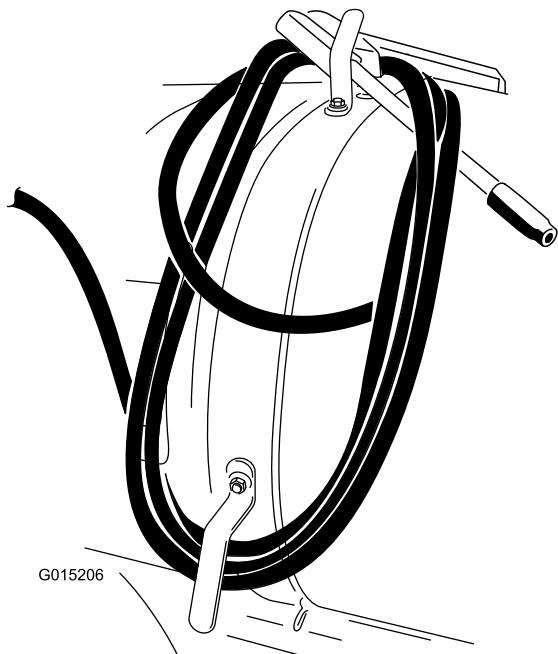

Рисунок 12
- Намотайте излишнюю длину шланга на крюки бака и закрепите пистолет, как показано на Рисунок 12.